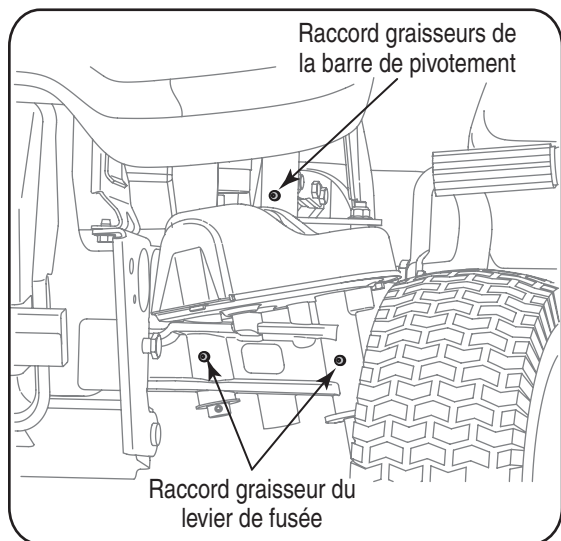

Figure 21
- Appliquez la graisse dans les raccords graisseurs des leviers de fusée à droite et à gauche sur l'arrière des deux biellettes de direction. Voir la Figure 21.
- Localisez les raccords graisseurs de l'axe de pivotement et de l'essieu sur l'avant de l'une des extrémités de la barre de pivotement de l'essieu. Appliquez la graisse dans les deux raccords graisseurs, puis répétez à l'autre extrémité de la barre pour lubrifier l'arbre et l'essieu. Voir la Figure 21.